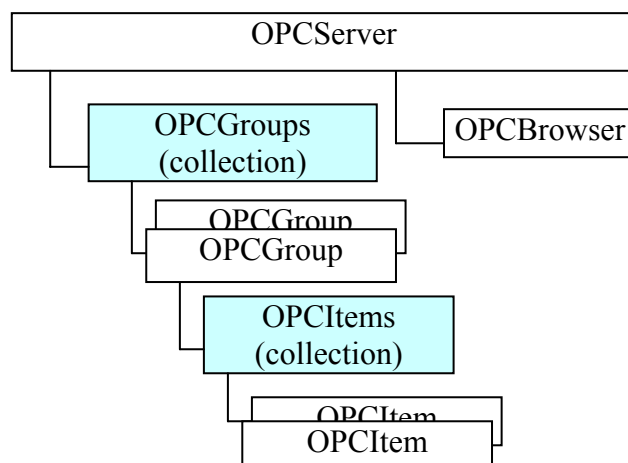

Рис.13.19. Архітектура Automation-інтерфейсу.
**13.3.2.1. Основні об'єкти OPC Automation.** Нижче перераховані основні об'єкти бібліотеки OPC Automation 2.0, а також приклад їх застосування (табл.13.1). На рис.13.19 показана об'єктна архітектура Automation-інтерфейсу.